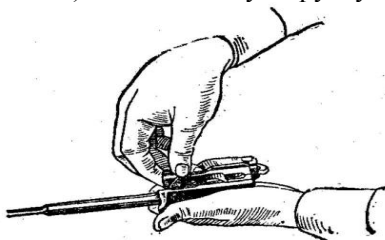

Рис. 25. Отделение затвора от затворной рамы
8. Отделить затвор от затворной рамы. Взять затворную раму в левую руку затвором вверх (рис. 25); правой рукой отвести затвор назад, повернуть его так, чтобы ведущий выступ затвора вышел из фигурного выреза затворной рамы, и вывести затвор вперёд.